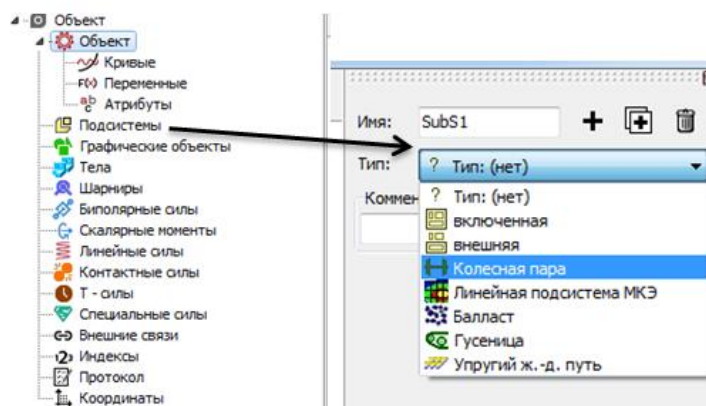

Рис. 2.5. Добавление стандартной подсистемы – "Колёсная пара"
1. Выделите **Подсистемы** в списке элементов, добавьте подсистему, щелкнув на кнопке **+**, переименуйте подсистему в **WheelSet1** и выберите тип подсистемы **Колёсная пара** (рис. 2.5, справа). Колёсная пара (КП) появится в анимационном окне, а инспектор данных отобразит её текущие инерционные и геометрические параметры.